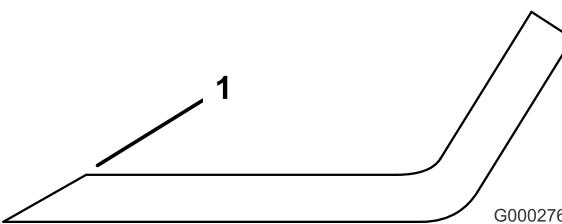

Figura 71
1. Afile el filo de corte en ambos extremos de la cuchilla (Figura 71). Mantenga el ángulo original. La cuchilla permanece equilibrada si se retira la misma cantidad de material de ambos bordes de corte.